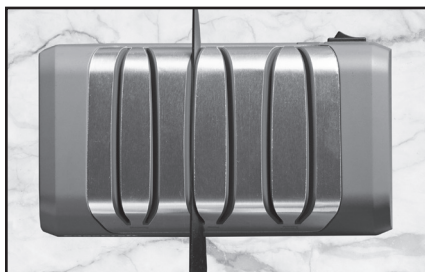

Figure 9. Affilage dans le module 2 (fente de gauche). Lames de type européen et américain.
Le module 2 va créer la face initiale de 20 degrés des couteaux européens/américains. Mettez l'interrupteur sur marche. Commencez par glisser la lame entre le guide d'angle de gauche du module 2 (figure 9) et le couteau tenant le ressort tout en tirant la lame vers vous et déplacer simultanément la lame vers le bas dans la fente jusqu'à ce qu'elle engage le disque diamanté rotatif. Vous l'entendrez toucher le disque. Insérez la lame aussi près que possible de la mitre ou de la poignée. Si la lame est courbe, soulevez légèrement le manche lorsque vous aiguisiez près de la pointe du couteau. Aiguisiez la lame sur toute sa longueur. Refaites un passage sur toute la longueur dans la fente de droite du module 2. Faites toujours des passages doubles, en alternant les passages dans les fentes gauche et droite de ce module. Chaque passage devra durer environ 4 ou 5 secondes pour une lame de 12 cm de long et être légèrement plus lent pour une lame plus longue. Faites environ cinq (5) passages doubles, puis vérifiez la présence d'un morfil sur toute la longueur de la lame. (Voir page 8 et figure 7). Continuez à alterner des passages doubles jusqu'à vous assurer d'avoir créé un morfil.